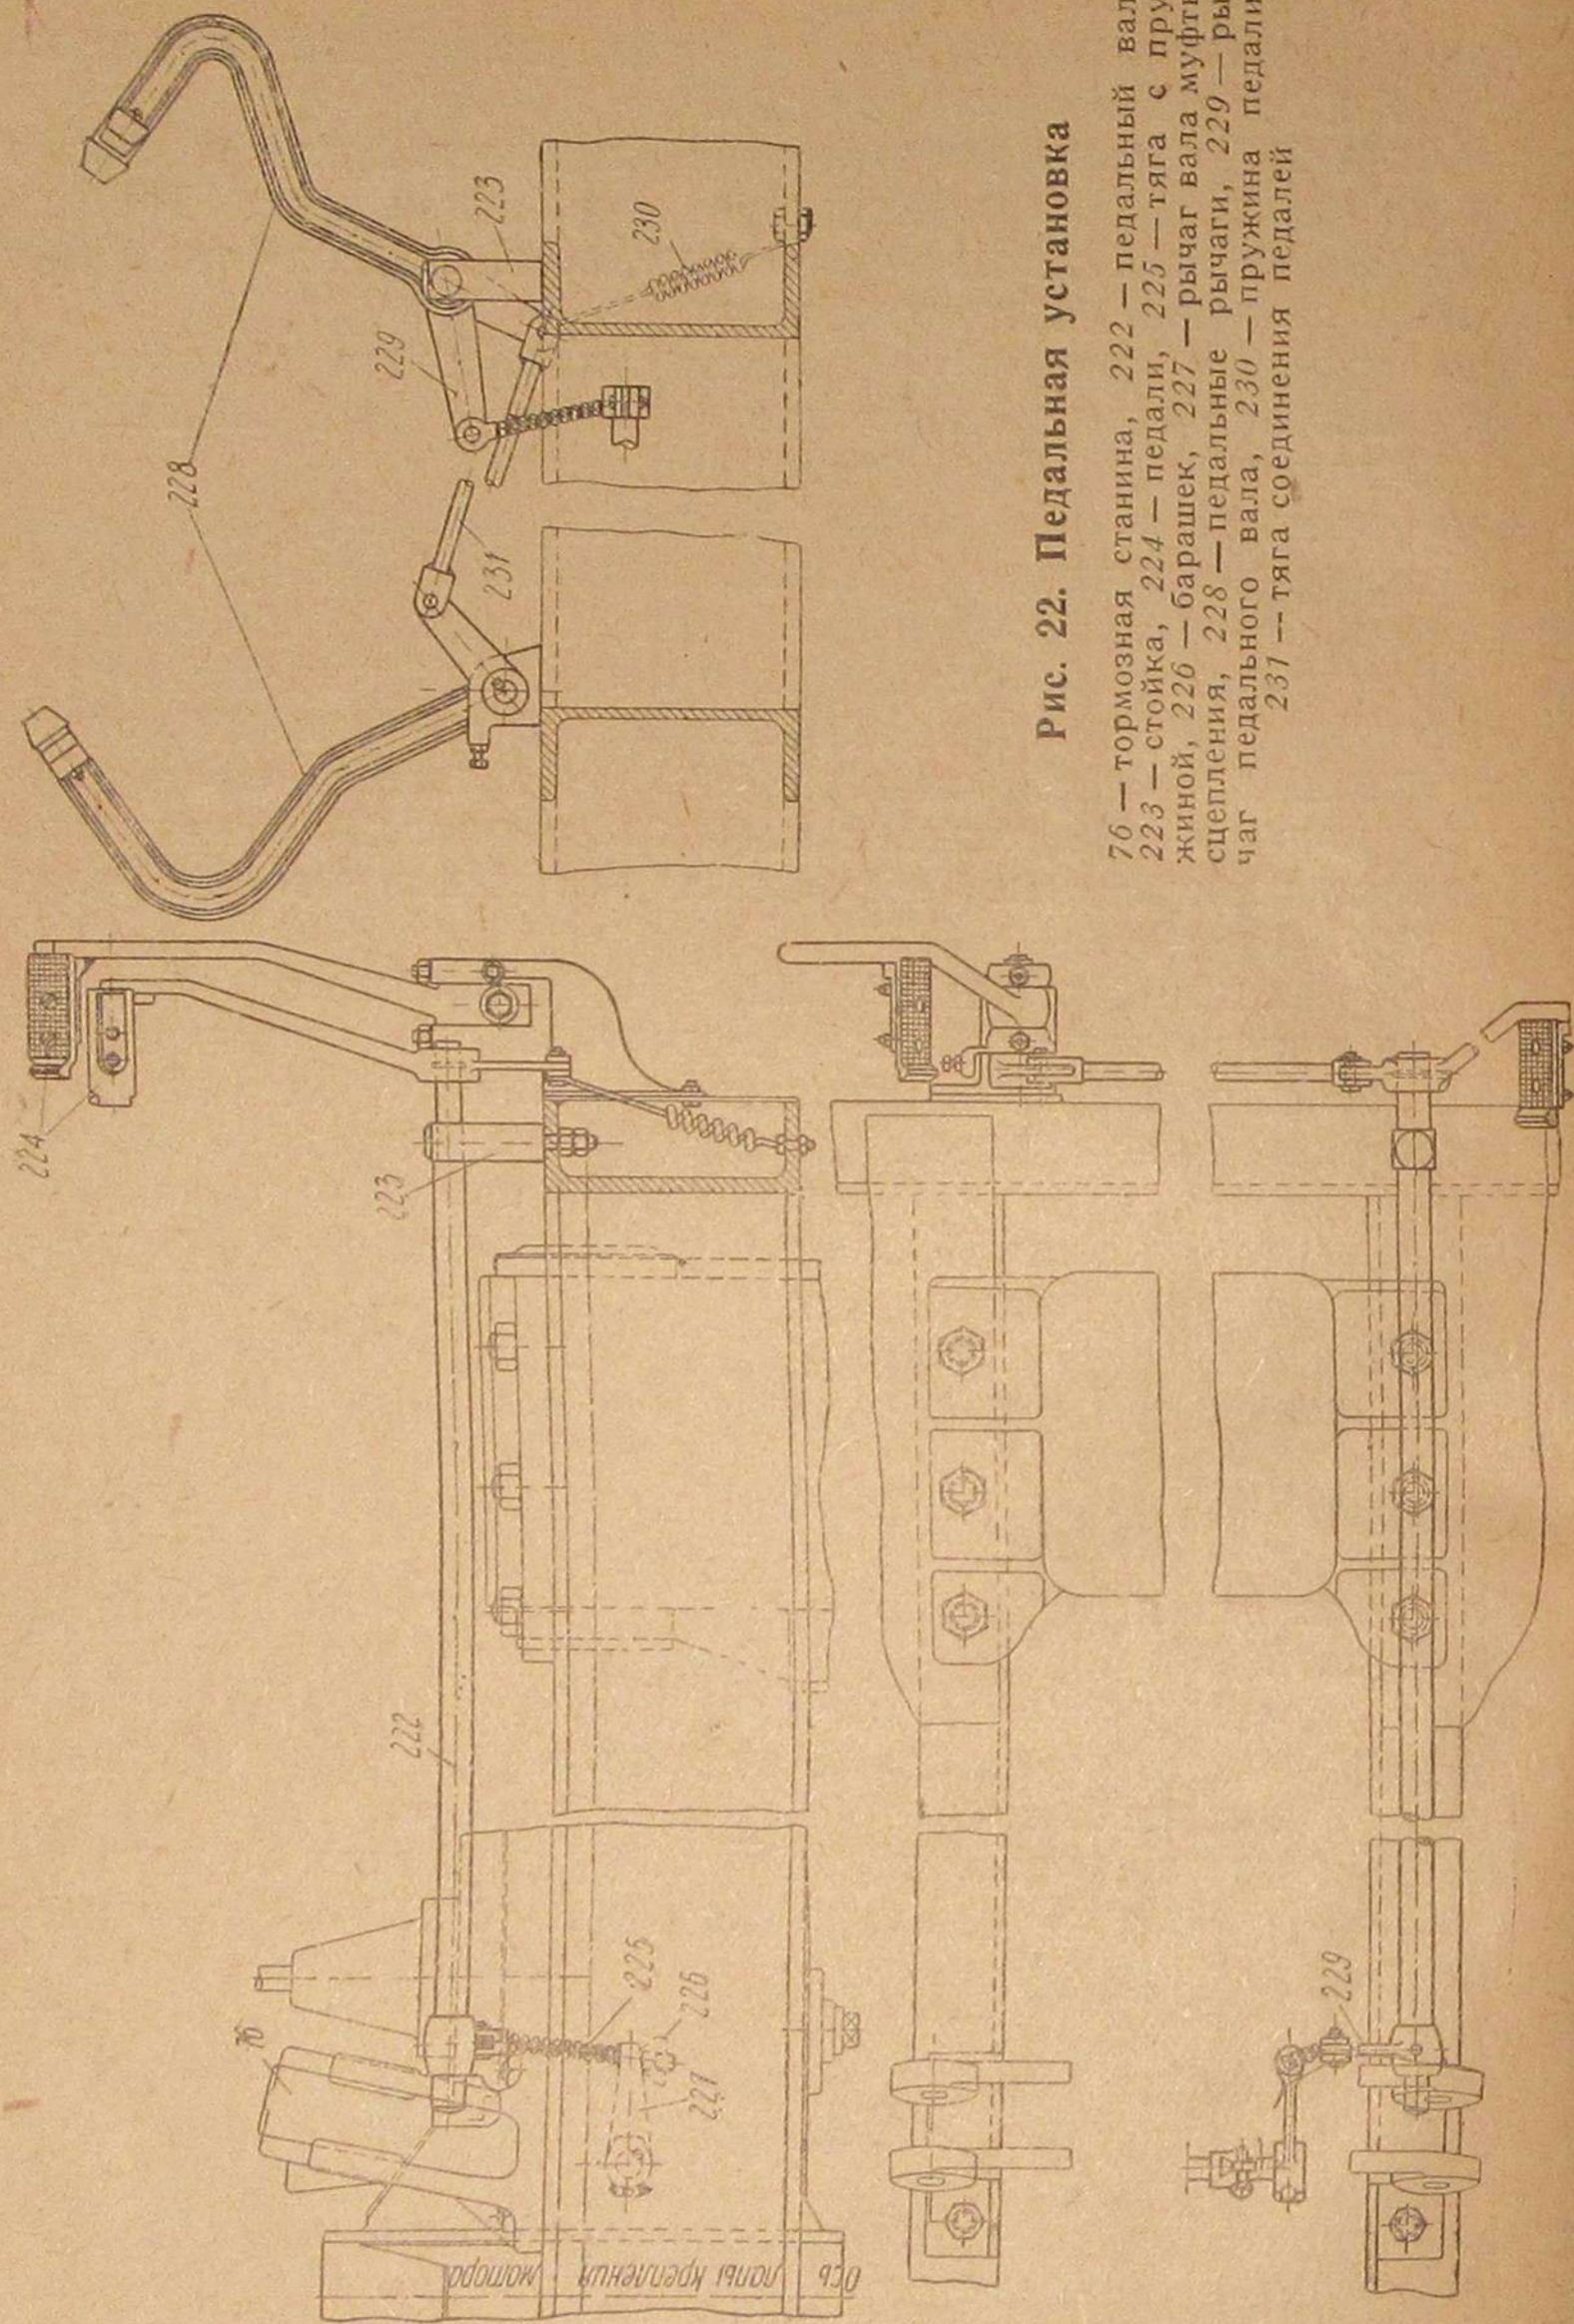

Рис. 22. Педальная установка
Педаляная установка мотовоза состоит из педаляного вала 222 (рис. 22), насаженного на вал рычага 229, тяги 225 с пружиной, рычага 227 вала муфты сцепления двигателя с барашком 226, двух педалей 224 с педаляными рычагами 228 и пружинами 230.
- 2) производится нажатие ногой на педаль 224 (рис. 22) сцепления;